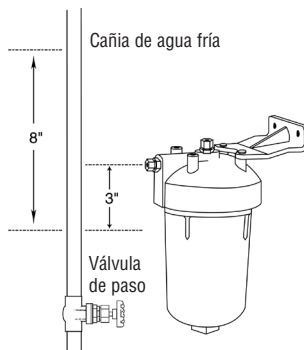

Figura 5
5. Mida hacia abajo desde la línea central de la entrada del filtro cerca de 3 pulgadas y marque el tubo. Desde esta marca, mida 8 pulgadas hacia arriba y marque el tubo. Esta es la sección del tubo que debe sacar. De ser necesario, debido a la falta de espacio, se podrá cortar más tubo. (Figura 5)